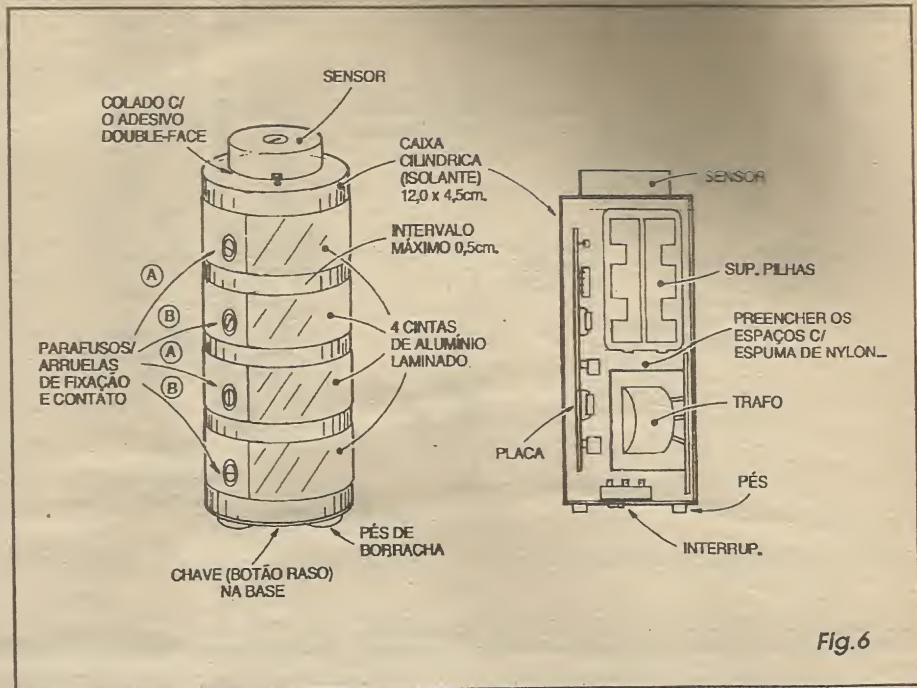

Fig. 6
- FIG. 6 - CONSTRUINDO A ...GARRAFA DO GÊNIO... - Os dois diagramas da figura mostram, com suficientes detalhes, a construção da *garrafa*, em seus aspectos externos e internos... O mini-sensor de impacto deve ser colado (pelo seu próprio adesivo dupla-face) ao topo do *container* cilíndrico (normalmente a tampa da caixa plástica utilizada...), passando por um furinho estrategicamente posicionado, os fios que o interligam ao circuito, *lá dentro*... No centro da base do conjunto pode ficar o interruptor geral, com seu botão *raso* levemente sobressaindo de um furo retangular lá feito... Três ou quatro pés de borracha podem então ser colados à base, tanto para dar estabilidade à *garrafa*, quanto para *gerar espaço* de acionamento do botão do dito interruptor, sem que o mesmo *desequilibre* o conjunto, quando o mesmo repousar sobre uma superfície qualquer... Dentro da caixa cilíndrica (as dimensões indicadas, de 12,0 x 4,5 cm. são as *mínimas* recomendadas...), o trafo, as pilhas (no suporte) e a plaquinha do circuito, devem ser fixados seguindo a sugestão, calçando-se e preenchendo-se os espaços sobrando com espuma de *nylon* ou *isopor*, de modo que nada fique *jogando* ou solto... Notar que o suporte com as pilhas, ficando próximo à tampa geral do *container*, poderá ser facilmente acessado para substituição da fonte de energia, quando esgotada... Um ponto *muito importante* refere-se às quatro cintas de alumínio laminado, distribuídas regularmente pela altura do *container*, e guardando entre si afastamentos de 0,5 cm. (máximo), com o que a mão de quem segurar a *garrafa* inevitavelmente tocará pelo menos duas cintas